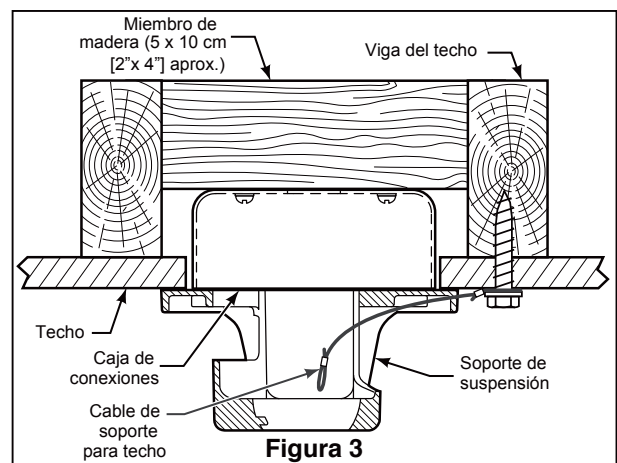

Figura 3
Uso del soporte (Figura 3)
3. Afloje los dos tornillos de fijación del soporte del barral de soporte para techo a través de la varilla. Introduzca los cables de color negro/blanco, azul, rojo, gris, amarillo cables y cable de seguridad a través de la varilla. (Figura 3)
1. Perfore un orificio de 1/4" en la estructura del edificio para evitar grietas con la instalación del tornillo de intervalo. Utilice el tornillo de intervalo de 3/8"x 2" y la arandela plana para fijar el cable de seguridad a la viga del techo o a la estructura de madera. Dicho tornillo pasará a través de arandela plana, la presilla del cable de seguridad y se fijará en la estructura del edificio. (Figura 3)
NOTA: el cable de soporte para techo no se puede asegurar solamente a la caja de conexiones; se debe asegurar directamente a la viga de techo o miembro estructural con el tornillo de cabeza cuadrada de 3/8"x2" y la arandela plana. (Figura 3)
2. Realice las conexiones de cables al bloque del terminal como se muestra en la Figura 3.